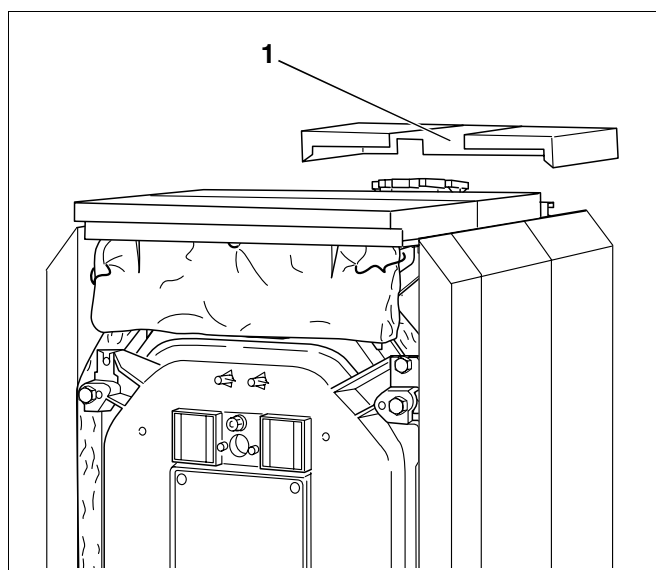

Рис. 54 Установка задней крышки
- Заднюю крышку котла с отбортовками и вырезом для подающей линии (рис. 54, поз. 1), направленным вперед, установить на боковых стенках.